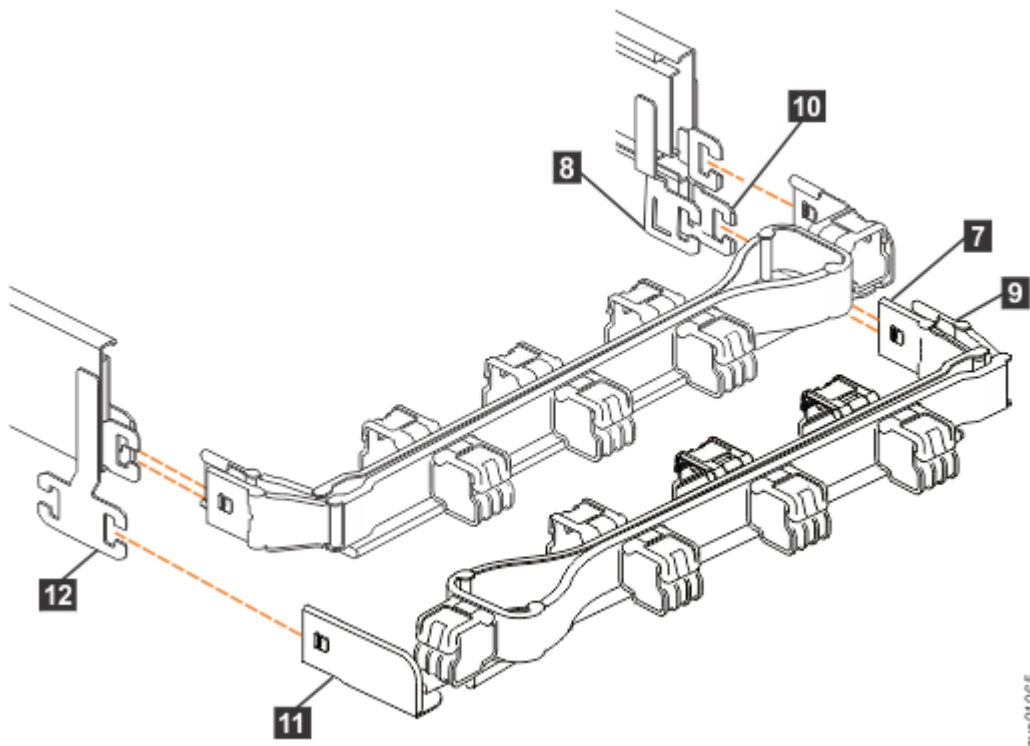

Abbildung 66. Komponenten der unteren Kabelträgerbaugruppe
Beispielsweise wird die Anschlussbasis des oberen Kabelträgers (5 in Abbildung 65 auf Seite 63) an die rechte Schiene angeschlossen. Die Anschlussbasis des unteren Kabelträgers (11 in Abbildung 66 auf Seite 64) wird an die linke Schiene angeschlossen.
6. Entfernen Sie die Anschlussbasis der unteren Kabelträgerbaugruppe (11) vom Anschluss der linken Halteschiene (12) (siehe Abbildung 66 auf Seite 64).
7. Entfernen Sie den inneren Anschluss der unteren Kabelträgerbaugruppe (9) vom äußeren Teil der rechten Halteschiene (10) (siehe Abbildung 66 auf Seite 64).
8. Entfernen Sie den äußeren Anschluss der unteren Kabelträgerbaugruppe (7) vom inneren Teil der rechten Halteschiene (8) (siehe Abbildung 66 auf Seite 64).